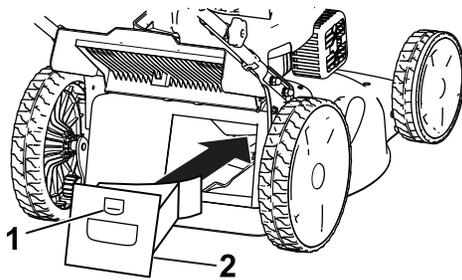

Bild 17
1. Heben Sie das hintere Ablenkblech an und halten Sie es hoch (Bild 17).
2. Setzen Sie den Mulchverschluss in das Gehäuse und verriegeln Sie den Verschluss in der Öffnung im Gehäuse (Bild 17).